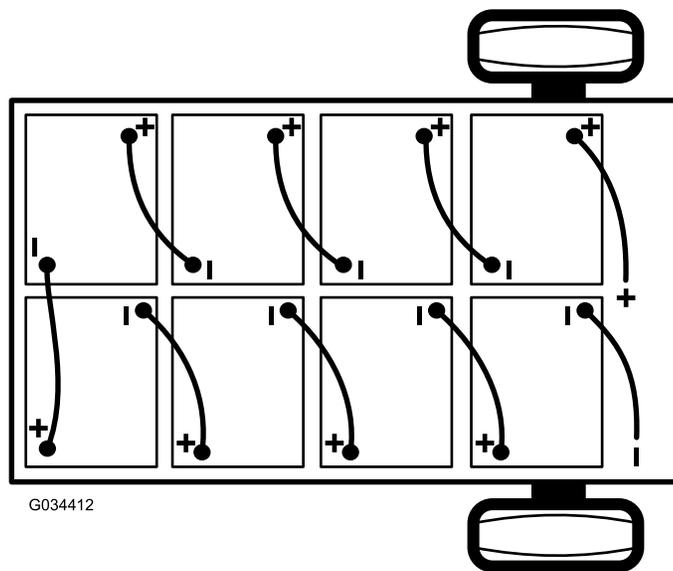

Figura 40
2. Scollegate il cavo negativo principale della batteria (nero) che collega la serie di batterie al punto di messa a terra della macchina (Figura 40).
3. Scollegate il cavo positivo principale della batteria (rosso) che collega la serie di batterie al contactore principale della macchina (Figura 40).
- Nota:** Prestate attenzione alla polarità delle batterie quando montate le batterie nuove (Figura 40).
6. Collegate le batterie come mostrato in Figura 40 con i cavi interconnessi alle batterie rimossi al punto 1.
2. Collegate il cavo positivo principale (rosso) della batteria tra la serie di batterie e la macchina (Figura 40).
3. Collegate il cavo negativo principale (nero) della batteria tra la serie di batterie e la macchina (Figura 40).